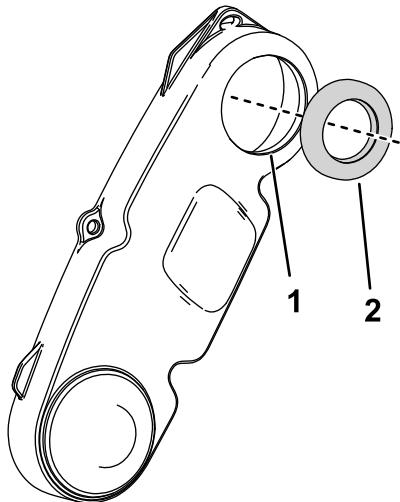

Bild 3
6. Drücken Sie die Dichtung bündig in die vordere Abdeckung des Spindelantriebs (**Bild 3**).